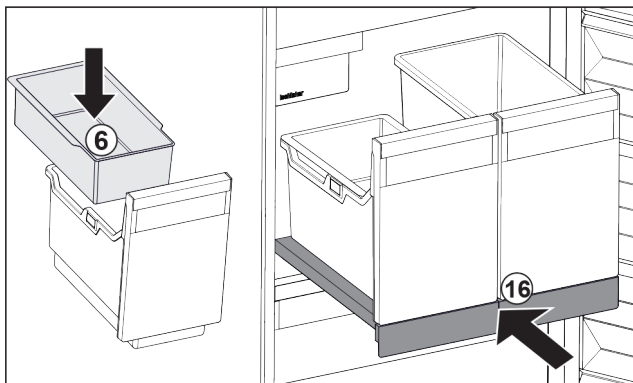

Fig. 198
- ▶ Einhängeschale Fig. 198 (6) für Eiswürfel einsetzen.
- ▶ Auszugsbord mit Behälter (IceTower) einschieben. Fig. 198 (16)